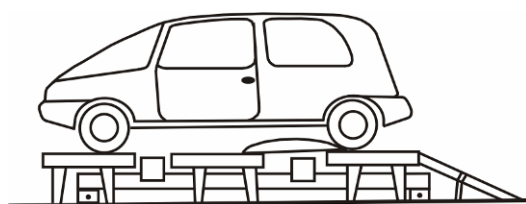

Рисунок 7
8.3. Закатите автомобиль по трапам на стенд в требуемое положение (Рисунок 7).